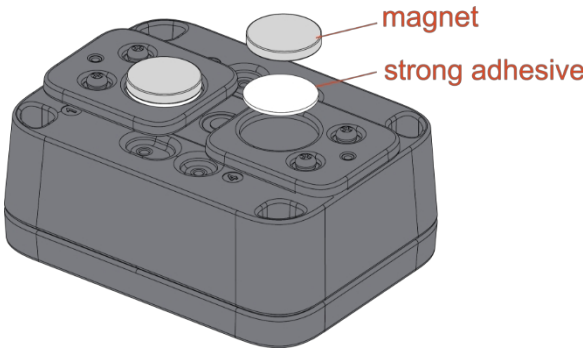

Abbildung 28: Befestigung der Magnethalterung am Gehäuse
3. Befestigen Sie die Magnete wie in **Abbildung 28** gezeigt an der Halterung.